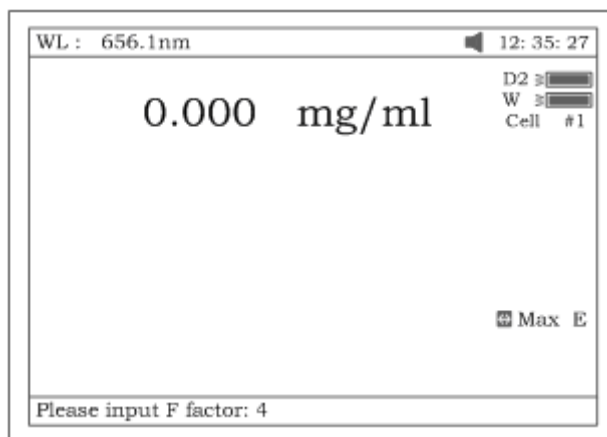

Рисунок 23
- 4.1. Нажмите на клавишу **[F3]** для ввода известного значения коэффициента (рис.23). Затем поставьте пробу на пути луча и снимите показания уровня концентрации.